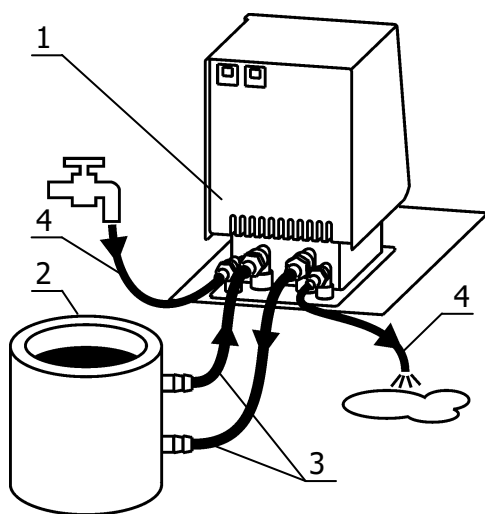

Рисунок 6 — Подключение внешнего потребителя
2.2.8 Для подключения к термостату 1 (рисунок 6) внешнего потребителя закрытого типа 2 использовать соединительные шланги 3. Концы соединительных шлангов надежно закрепить на штуцерах блока регулирования и внешнего потребителя хомутами.